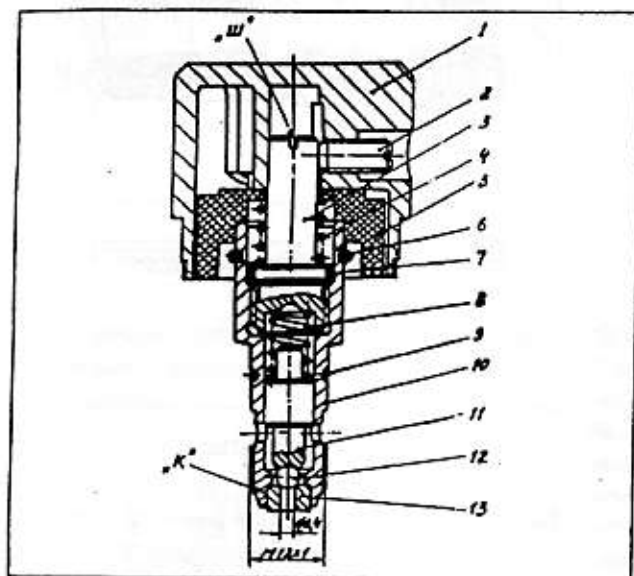

Рис. 12
Рис. 12. Регулятор давления (0.158-245). 1 - ручка регулятора (0.158-350); 2 - шпилька M5x10 (99-0.11.05); 3 - винт регулятора (0.010-853); 4 - пружина (10-1.04.11); 5 - втулка упорная (0.010-859); 6 - скоба (10-1.04.10); 7 - кольцо уплотнительное (99-7.10.07); 8 - пружина (0.047-373); 9 - кольцо уплотнительное (99-7.10.02); 10 - корпус регулятора (0.010-851); 11 - толкатель (0.010-856); 12 - шарик Ø 4 мм (99-4.15.02); 13 - седло клапана (10-1.61.03); «ш» - шлиц; «к» - клей уплотнительный
5.2.9. Регулятор давления (рис. 12).